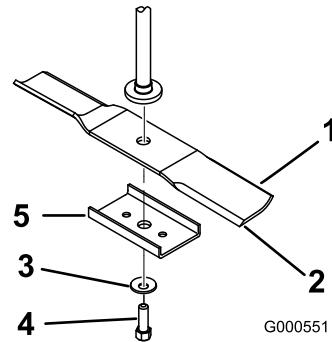

Bild 57
2. Nehmen Sie die Messerschraube, Wellenscheibe, die Messerverstärkung und das Messer von der Spindelwelle ab (Bild 57).
- Setzen Sie das Messer auf die Spindelwelle (Bild 57).
- Montieren Sie die Messerverstärkung, die Wellenscheibe (Schalenseite zum Messer) und die Messerschraube (Bild 57).